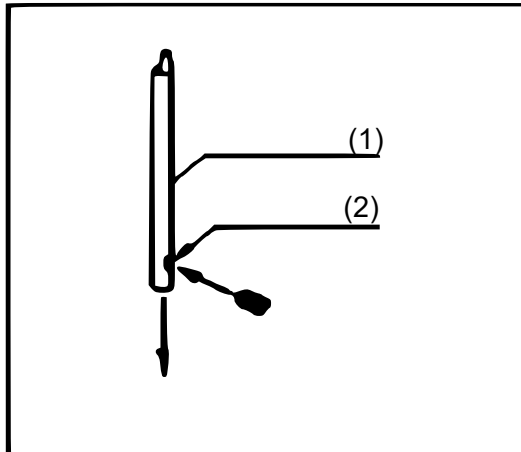

Abbildung 3
- Beim Einbau der Stanznadel und der Stanzform stecken Sie die Stanznadel in die Klemme, so dass das Loch zur Befestigungsschraubenstange zeigt, und ziehen Sie sie dann fest. Setzen Sie die Stanzform in die Stanzstange ein und ziehen Sie die Fixierschraubkappe an. Setzen Sie schließlich die Stanzstange in das Werkzeug ein, damit die Stanznadel durch das Loch in dem Werkzeug eingeführt wird, und ziehen Sie die Schraubkappe zur Befestigung der Stanzstange an. Fetten Sie es nach Abschluss des Austausches der Stanznadel und des Stanzwerkzeugsatzes ein (Abb. 3 und 4).